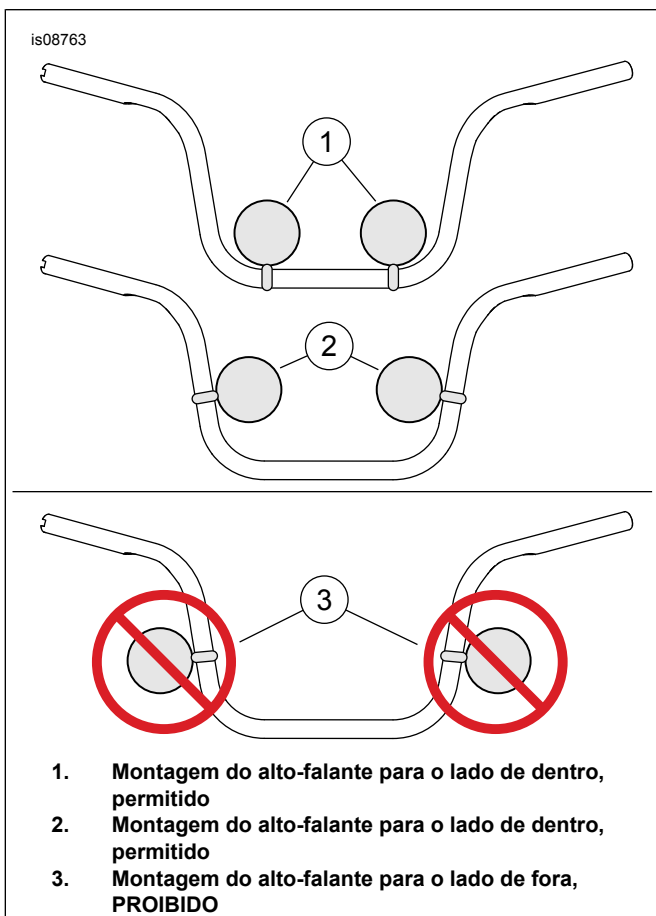

Figura 5. Localização dos alto-falantes no guidom
- Veja Figura 5. Monte os alto-falantes conforme mostrado. Posicione os prendedores do alto-falante (4) de modo que os alto-falantes fiquem dentro do guidom. Posicione simetricamente os alto-falantes à esquerda e à direita do prendedor do guidom, de modo que fiquem o mais baixo e próximos do centro possível.